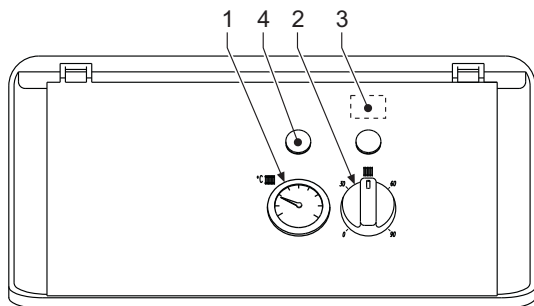
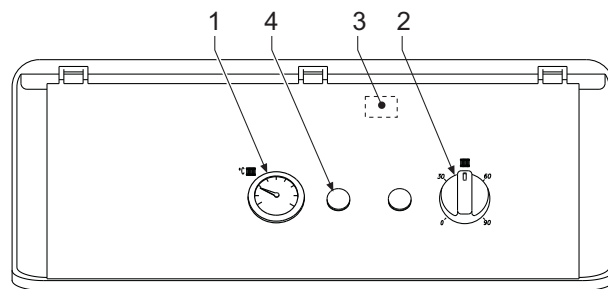

рис. 1 - Панель управления PEGASUS TP 25
рис. 2 - Панель управления PEGASUS TP 35 / 45
- Поместите термостат регулировки котла (поз. 2 - рис. 1 или рис. 2) на минимальное значение.
- Поместите термостат регулировки котла (поз. 2 - рис. 1 или рис. 2) на требуемое температурное значение (не менее 50°).
Если повернуть рукоятку 2 на рис. 1 по часовой стрелке, температура воды в системе отопления повышается, и наоборот. Температуру воды в системе отопления можно регулировать в пределах от 30° до 90°. Однако не рекомендуется эксплуатировать котел при температуре ниже 45°.
Задайте с помощью термостата температуры воздуха в помещении нужную температуру внутри помещения. При поступлении команды от комнатного термостата котел включается, обеспечивая нагревание воды в системе отопления до температуры, заданной регулирующим термостатом 7 на рис. 1. При достижении в помещении желаемой температуры котел выключается.
Давление напора при заполнении холодного контура, считанное гидрометром котла (поз. 2 - рис. 1), должно составлять приблизительно 1,0 бар. Если во время работы давление воды в системе упало (из-за испарения растворенных в воде газов) до величины ниже вышеуказанного минимума, пользователь должен открыть кран подачи воды (в поставку не входит) и довести давление до первоначального значения. По окончании операции всегда закрывайте кран подачи воды.
Блокировка котла вследствие недостаточного удаления продуктов сгорания	Открытые крышку термостата дымовых газов (поз. 4 - рис. 1 или рис. 2) и нажмите на кнопку под ним. В случае повторяющихся блокировок котла обратитесь в ближайший сервисный центр.